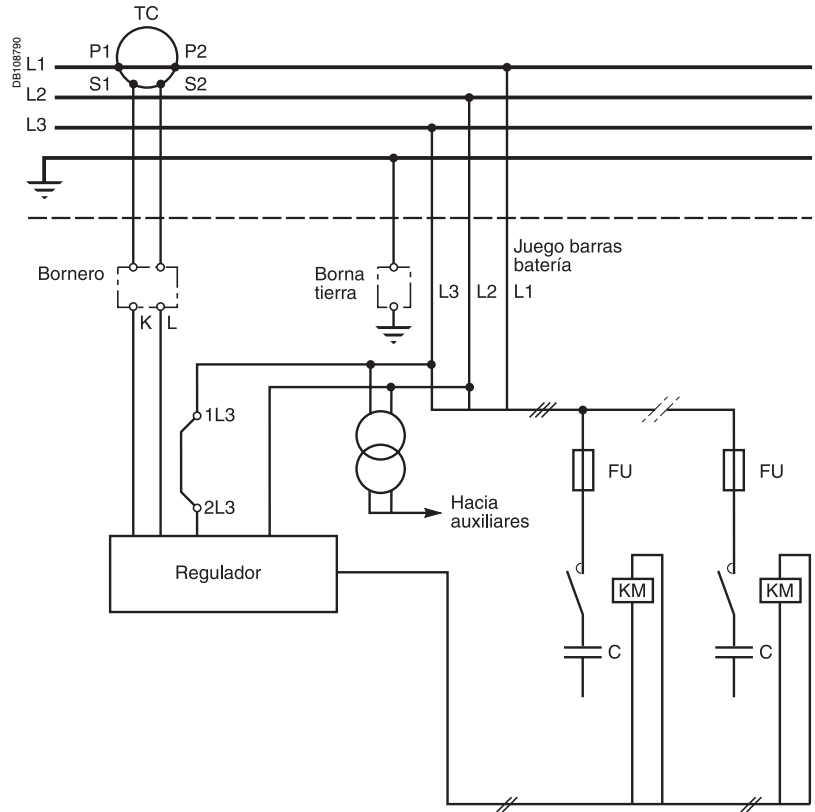

Fig. 10: esquema eléctrico de principio, armarios estándar.
La conexión eléctrica se hace según los esquemas eléctricos (página 6, fig. 10 y 11). Para la conexión de potencia hay que prever un elemento de protección si es necesario.
- conectar las informaciones procedentes del TI, S1 en el borne K y S2 en el borne L de la regleta de bornes (fig. 10, 11 y 12).
- 2 bornes con la ref. 1L3 y 2L3 son conectados mediante el puente A
- abrir este circuito para insertar un contacto normalmente cerrado procedente de la instalación (ver página 6 fig. 10 y 11)